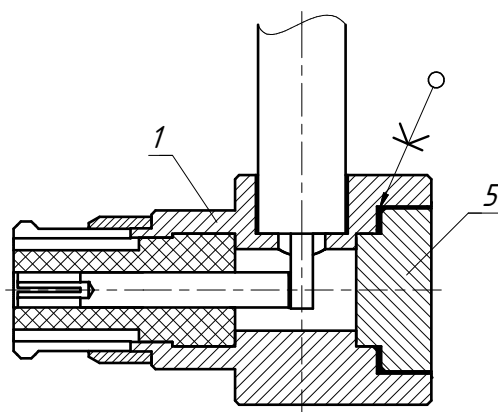

Рис. 38 – Установка крышки в корпус соединителя
- Нанесите клей ЕРО-ТЕК-Н20Е-175 в отверстие для пайки центрального проводника в корпусе и установите в него крышку 5 (рисунок 38);